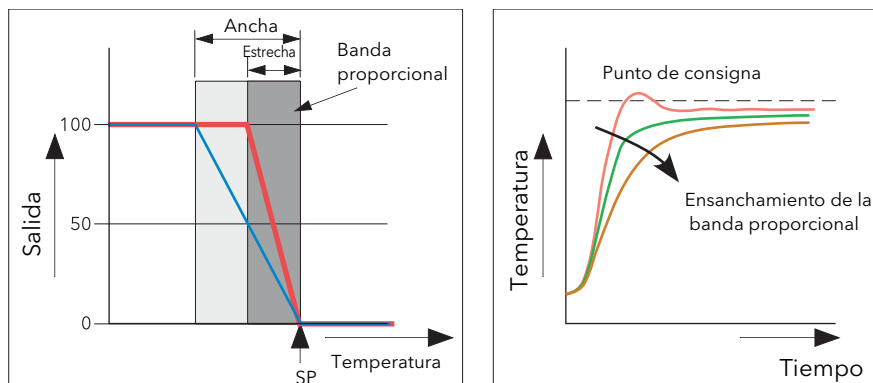

Figura B2.2.2a Acción de la banda proporcional (acción inversa)
La banda proporcional (BP) genera una salida proporcional a la magnitud de la señal de error. Representa el rango en el cual la potencia de salida se puede ajustar linealmente de forma continua entre 0% y 100% (en un controlador de calor exclusivamente). La potencia es del 100% por debajo de la banda proporcional y del 0% por encima, como se ve en la Figura B2.2.2a.
La Figura B2.2.2a también muestra el efecto del estrechamiento de la banda proporcional son el punto de oscilación. Una banda proporcional ancha hace que el control sea lineal, pero con un error inicial considerable entre el punto de consigna y la temperatura real. A medida que se estrecha la banda, la temperatura se aproxima al punto de consigna hasta que se hace inestable.